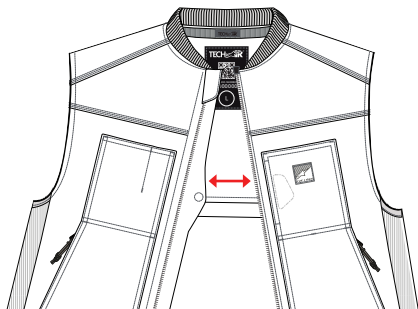

Abbildung 10
Um das System ausgeschaltet zu halten, halten Sie den Aktivierungsklappe (1) offen, wie in Abbildung 10 dargestellt. Lassen Sie das System immer in diesem Zustand, wenn es gelagert, transportiert oder versandt wird (siehe Abschnitt 14 "Reinigung, Lagerung und Transport").
**WARNUNG!** Schalten Sie das System IMMER aus, indem Sie den Aktivierungsklappe (1) öffnen, wenn Sie nicht mit dem Motorrad fahren, auch wenn Sie das System weiterhin tragen. Obwohl das System für eine Reihe von Aktivitäten außerhalb des Motorradsports getestet wurde, erhöht das Einschalten und/oder Aktivieren des Systems die Wahrscheinlichkeit einer ungewollten Auslösung und entlädt die Batterie. Öffnen Sie daher immer den Aktivierungsklappe (1), wenn Sie nicht fahren.